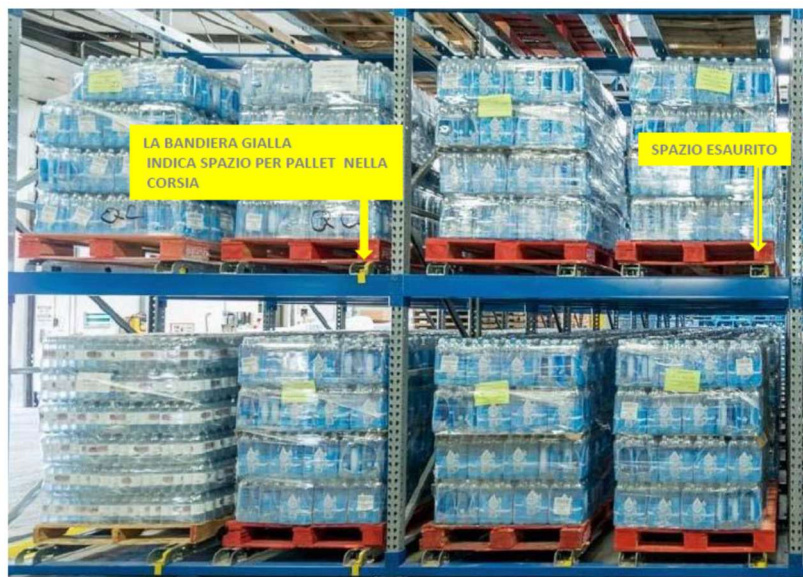

Fig. 8
**Passaggio 6:** continuare a caricare i pallet secondo la procedura sopra descritta fino a quando la corsia non è piena (Fig. 8 alla pagina successiva)
Quando la corsia è piena, la bandiera gialla all'interno della testa anteriore – vedi fig. 8